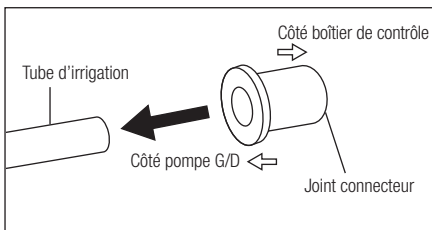

Fig. 38
- 6) Montez le joint du connecteur sur la nouvelle pompe d'irrigation. Faites attention à la direction du joint (Fig. 38).